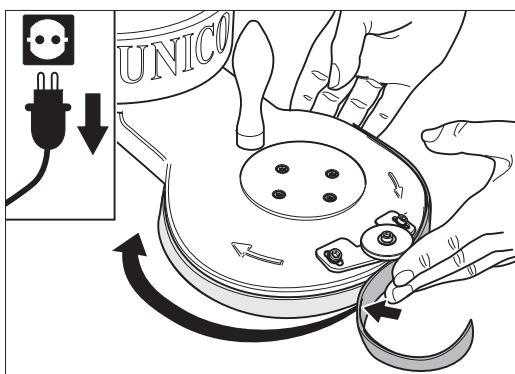

Abb. 8: Das Klettband zur Abdichtung sorgfältig anbringen.
- 3 Fixieren Sie das Klettband an einem Ende des Haftstreifens am Vorsatz und legen Sie es um den Vorsatz herum (Abb. 8).